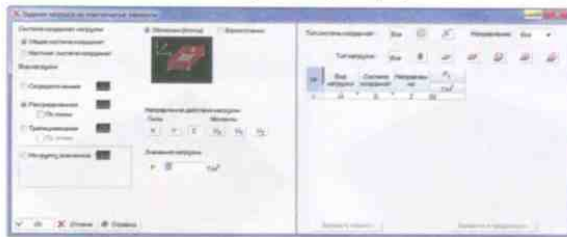

Рис. 4.7-11. Диалоговое окно **Задание нагрузок на пластинчатые элементы**
- в диалоговом окне **Задание нагрузок на пластинчатые элементы** (рис. 4.7-11) в группе **Вид нагрузки** активировать маркер **Распределенная**;